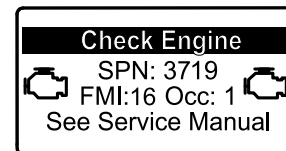

Figure 41
- Si une régénération en stationnement est nécessaire, l'InfoCenter affiche l'avertissement SPN 3719, FMI 16 (Figure 41) et l'ordinateur du moteur réduit la puissance du moteur à 85 %.